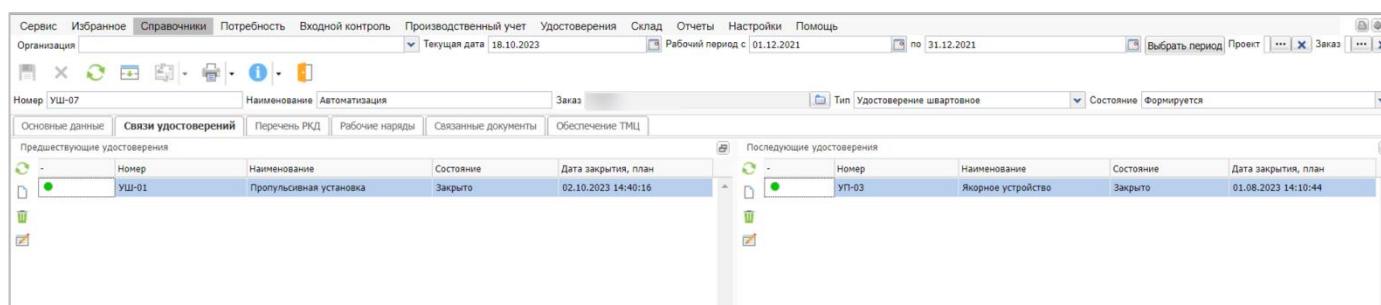

Рисунок 22 - Предшествующие СУ.
1. На закладке «Связи удостоверений» в таблице «Предшествующие удостоверения» все находящиеся в ней сдаточные удостоверения должны находиться в состоянии «Закрыто». Если предшествующих удостоверений нет к выбранному сдаточному удостоверений, условие тоже выполняется. (Рисунок 22)